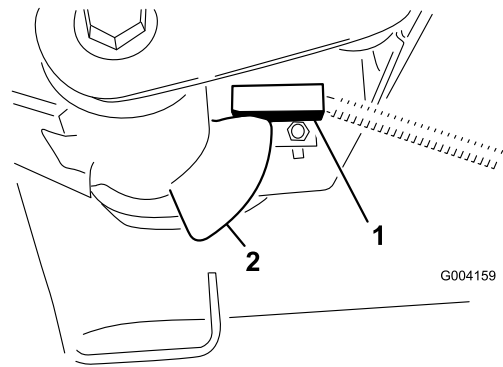

Figura 41
2. El interruptor del brazo de elevación está situado debajo del depósito de aceite hidráulico y detrás del brazo de elevación delantero derecho (Figura 41).
3. Afloje los tornillos de montaje del interruptor (Figura 41) y desplace el interruptor hacia abajo para aumentar la altura de giro del brazo de elevación, o hacia arriba para reducir la altura de giro del brazo de elevación. Apriete los tornillos de montaje.